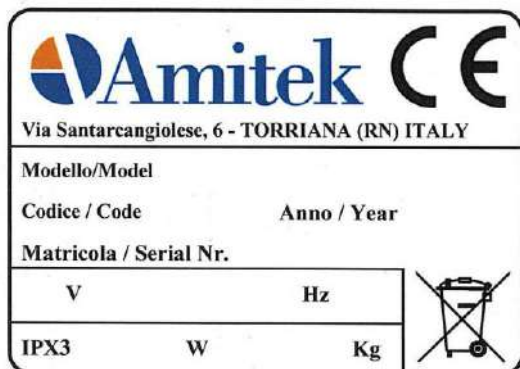

Рис.1
Внимательно прочитайте рекомендации, содержащиеся в данной инструкции. Сохраните эту инструкцию, чтобы ей могли пользоваться работники в случае необходимости. Перед подключением оборудования, убедитесь, что данные технической таблички (Рис.1) соответствуют сети электроснабжения. До проведения какого-либо действия изолируйте оборудование от сети электроснабжения. Установка должна производиться профессионально обученным персоналом в соответствии с рекомендациями производителя и действующими правилами. Оборудование необходимо разместить под вытяжку, характеристики которой должны соответствовать стандартам UNI-CIG 7129 и 8723. Данное оборудование должно использоваться только для обжаривания продуктов в разогретом масле (фритюре).
1. Табличка с техническими данными закреплена на задней стороне оборудования (Рис.1).